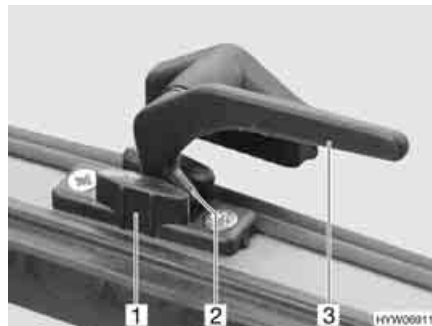

Fig. 52 Leva di serraggio in posizione "Aerazione continua"
- In posizione di "Aerazione continua" (Fig. 52)
- Ruotare la leva di serraggio (Fig. 52,3) di un quarto di giro verso il centro della finestra.
- Girare nuovamente all'indietro la leva di serraggio. Riportare contemporaneamente il nasello di chiusura (Fig. 52,2) nella rientranza della chiusura della finestra (Fig. 52,1).